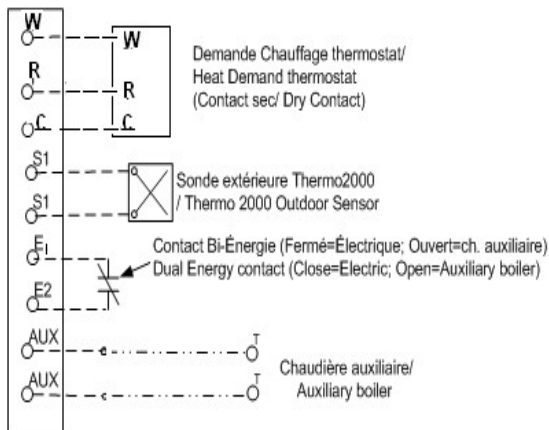

Figure 10 : Raccord sans valve 3 voies
- Si l'installation est telle qu'illustrée à la fig.10 donc sans valve trois voies : installer un câble à 2 conducteurs de calibre 18 entre les bornes « **AUX** » de la chaudière BTH ULTRA et le **TT** de la chaudière auxiliaire.